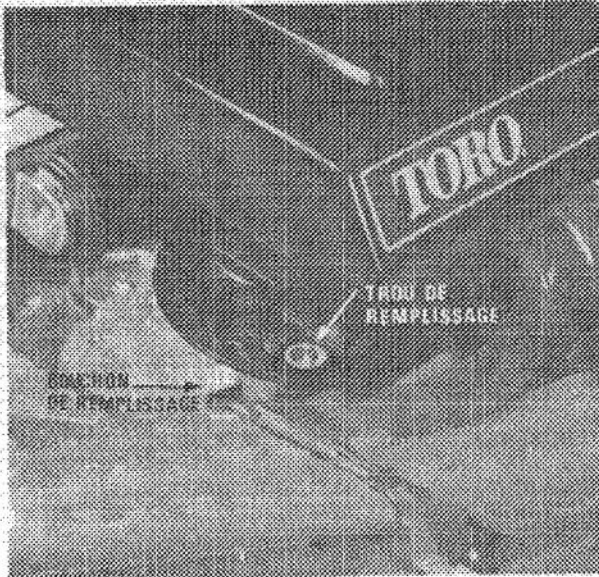

Figure 4
3. Enlevez le bouchon de remplissage du carter (Fig. 4).